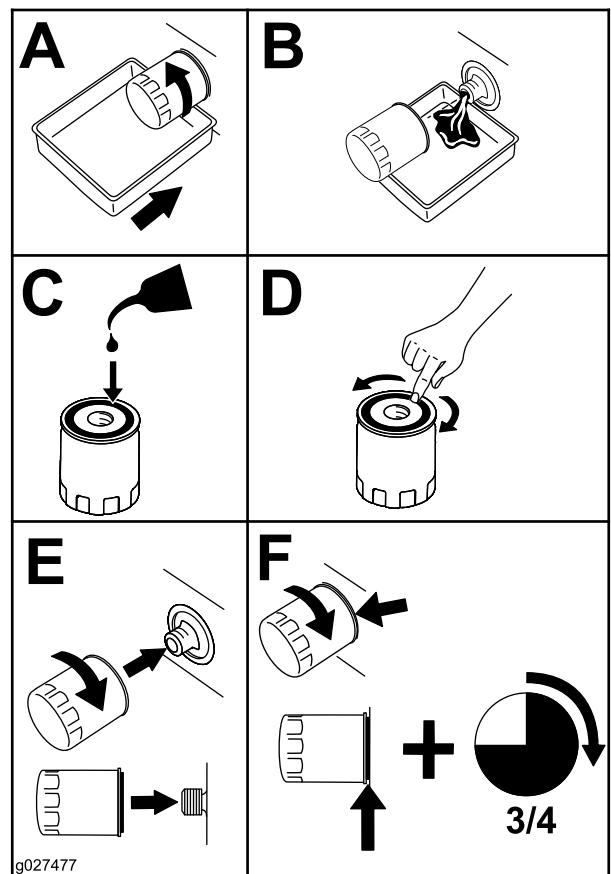

Bild 34
4. Tauschen Sie den Ölfilter aus (Bild 34).